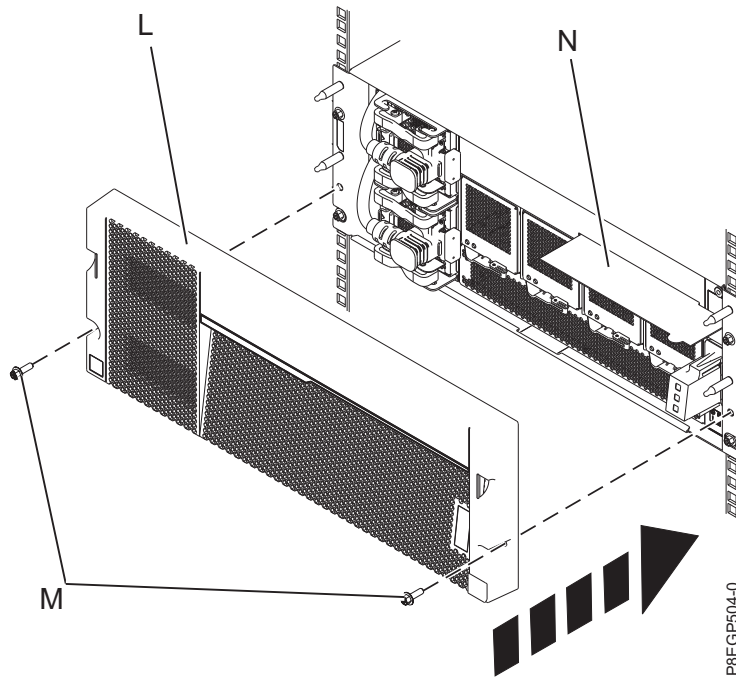

Figure 9. Installation du capot et de la carte des informations de maintenance
7. Installez le capot (L) sur le tiroir. Appuyez sur le capot pour le mettre en place et fixez-le à l'aide des deux vis M5 (M) installées sur les glissières de gauche et de droite. Voir figure 9, à la page 11.